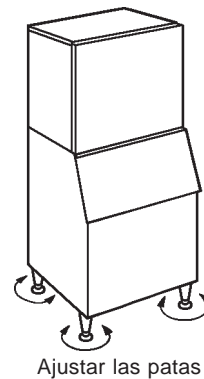

Fig. 4
- 7) Ajuste las cuatro patas por abajo (ajustables de 0 a 25,4 mm) para que la máquina de cubitos de hielo esté perfectamente horizontal. Utilice el nivel de aire. Ver Fig. 4.